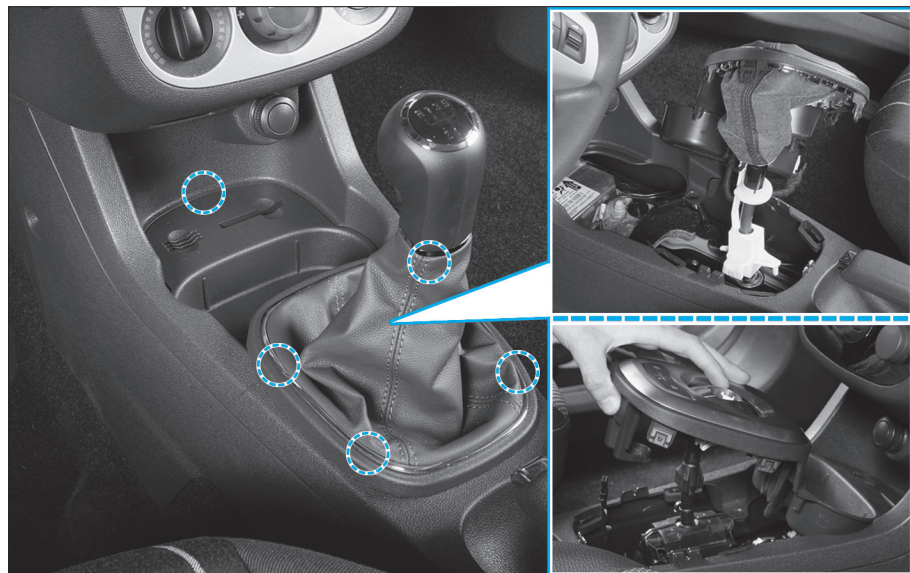

Fig. 15
- **Tous types**, dégrafer l'ensemble vide-poches avant/soufflet pour les versions avec boîte de vitesses classique ou l'ensemble vide-poches avant/enjoliveur pour les versions avec boîte de vitesses Easytronic (Fig.15).